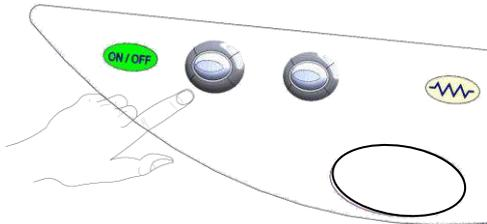

Рис. 15
- Закройте дверцу и нажмите кнопку "ВКЛ/ВЫКЛ" (Рис. 15).